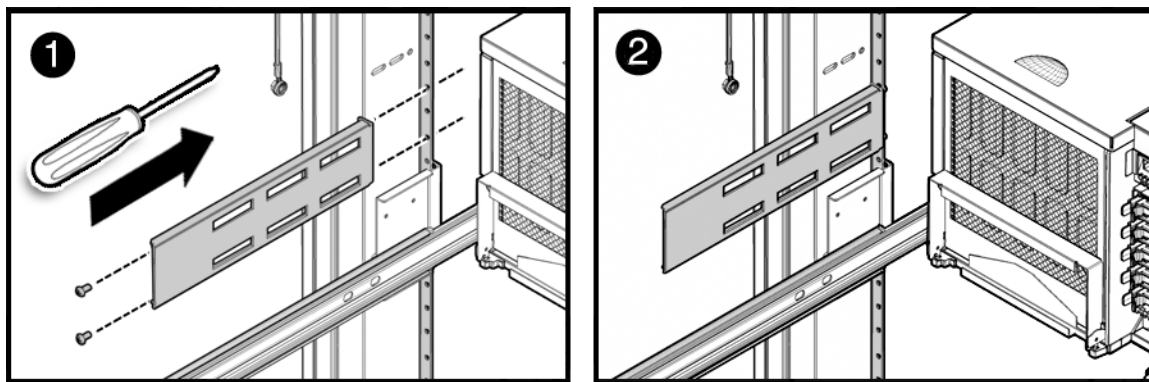

图 2-15 在 Sun Rack 1000 中安装附加托架
3. 确定 Sun 机架丝扣耳把后面的卡式螺母的位置，并将两 (2) 颗螺丝插入托架和机架耳把中（图 2-15）。